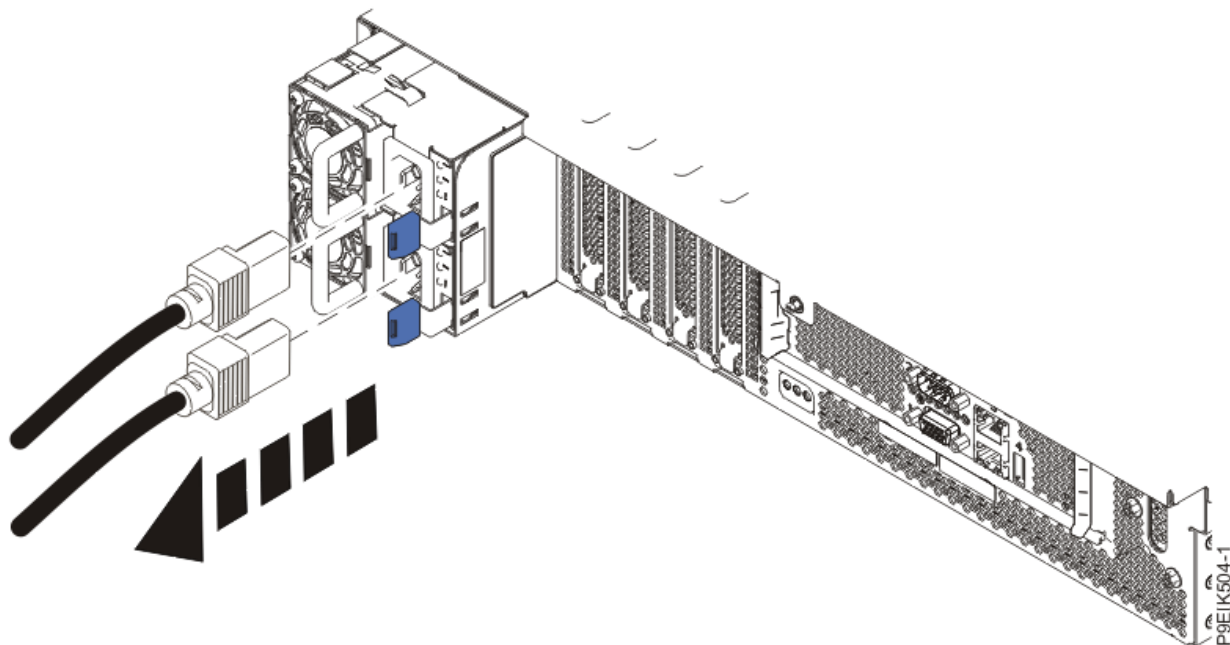

Figura 49. Removendo os cabos de energia do sistema
4. Desconecte os cabos de energia da unidade de sistema, conforme mostrado em Figura 49 na página 93.